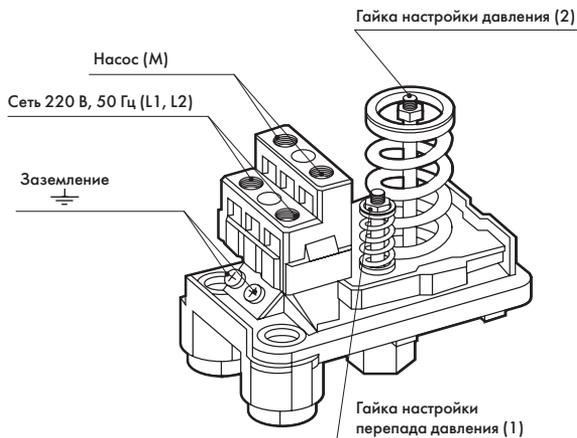

Рисунок 3
- отвинтив крепежный пластмассовый винт (рисунок 3), снять крышку реле.
Регулировка верхнего и нижнего предела давления РДМ-5 осуществляется гайкой (2), фиксирующей положение пружины (рисунок 3). Чтобы увеличить значение верхнего и нижнего предела давления, необходимо закручивать гайку по часовой стрелке.
Гайка (1) предназначена для регулировки перепада давления путем изменения нижнего предела (рисунок 3). Чтобы увеличить перепад давления, необходимо отвернуть гайку против часовой стрелки, тем самым ослабив пружину. Чтобы уменьшить перепад давления, необходимо закручивать гайку по часовой стрелке.